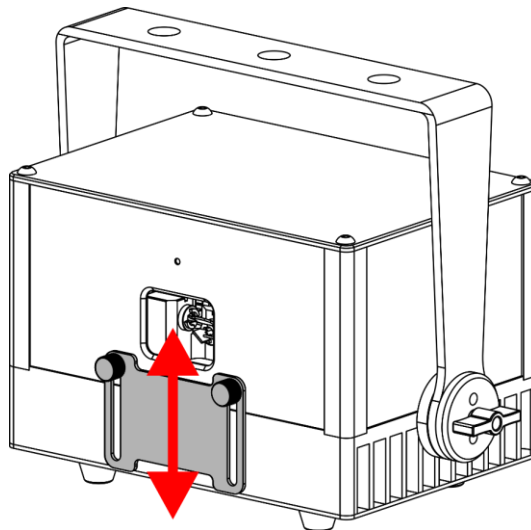

Fig. 13
- 01) Gire los 2 **tornillos de ajuste de la placa de protección (05)** en sentido antihorario para aflojarlos.
- 02) Deslice la **placa de protección de la abertura (04)** hacia arriba o hacia abajo para ajustar su posición (véase la Fig. 13).
- 03) Gire los 2 **tornillos de ajuste de la placa de protección (05)** en sentido horario para apretarlos. Asegúrese de que no queden excesivamente apretados.